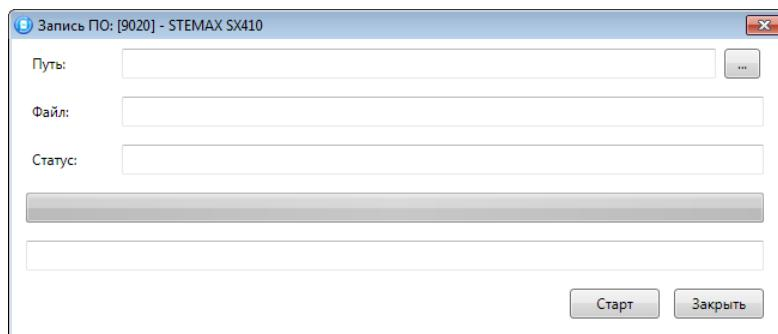

Рис. 12.2. Окно Запись ПО
- В открывшемся окне *Запись ПО* (Рис. 12.2) укажите путь к файлу новой версии встроенного ПО контроллера на вашем ПК (файл имеет расширение .sbin) и нажмите кнопку *Старт*.